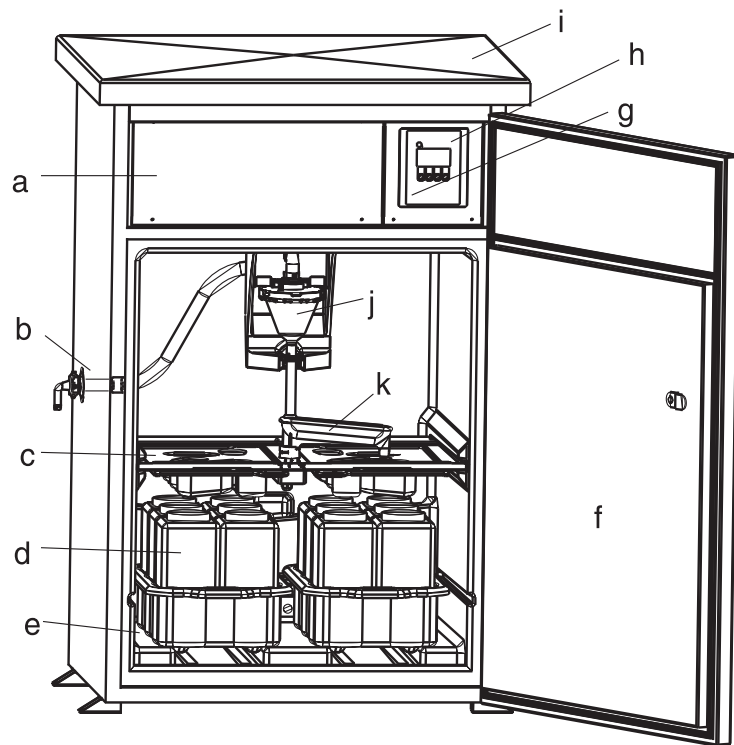

Abb. 2: ASP Station 2000 Montageübersicht
3. Schrauben Sie den Entnahmeschlauch an den Schlauchanschluss des Gerätes (s. Abb. 2, Pos. d).